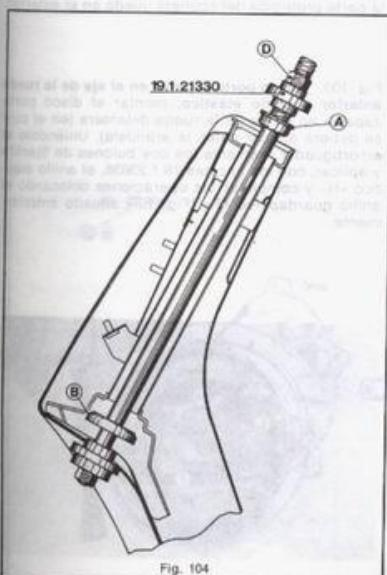

Fig. 104
**Fig. 104. Soporte inferior del cojinete superior y soporte superior del cojinete inferior:** embocar en la caña los respectivos soportes «A» y «B», introducir por el lado inferior de la caña la herramienta 19.1.21330 (provista de las piezas 3 y 4) y, mediante la acción de la tuerca «D» posicionar definitivamente los soportes en sus respectivos alojamientos.